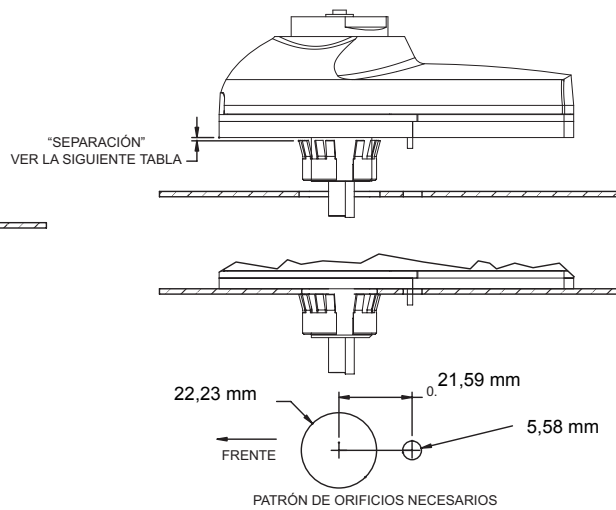

Figura 2 Instalación ciega
- Perfore los orificios en la superficie de montaje (espesor máximo de 0,33 cm) respetando las medidas y las posiciones que se pueden ver en la Figura 2.